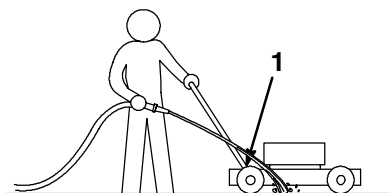

Figure 16
3. Tenir le tuyau d'arrosage à la hauteur du mancheron et diriger le jet vers le sol, juste devant la roue arrière droite (Fig. 16).